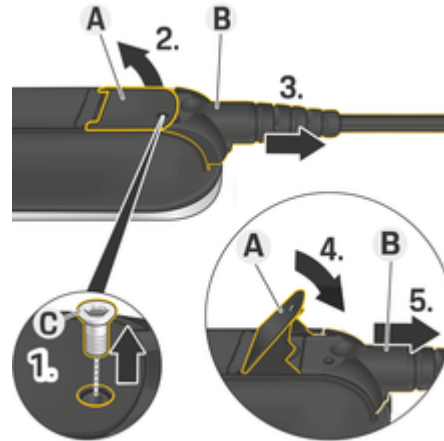

рис. 68: Виймання кабелю
- 1. Відкрутіть гвинт **C** (рис. 68) за допомогою відповідного інструмента.
- 2. Підніміть кришку **A** (рис. 68).
- 3. Витягніть штекер **B** (рис. 68) до першого упору.